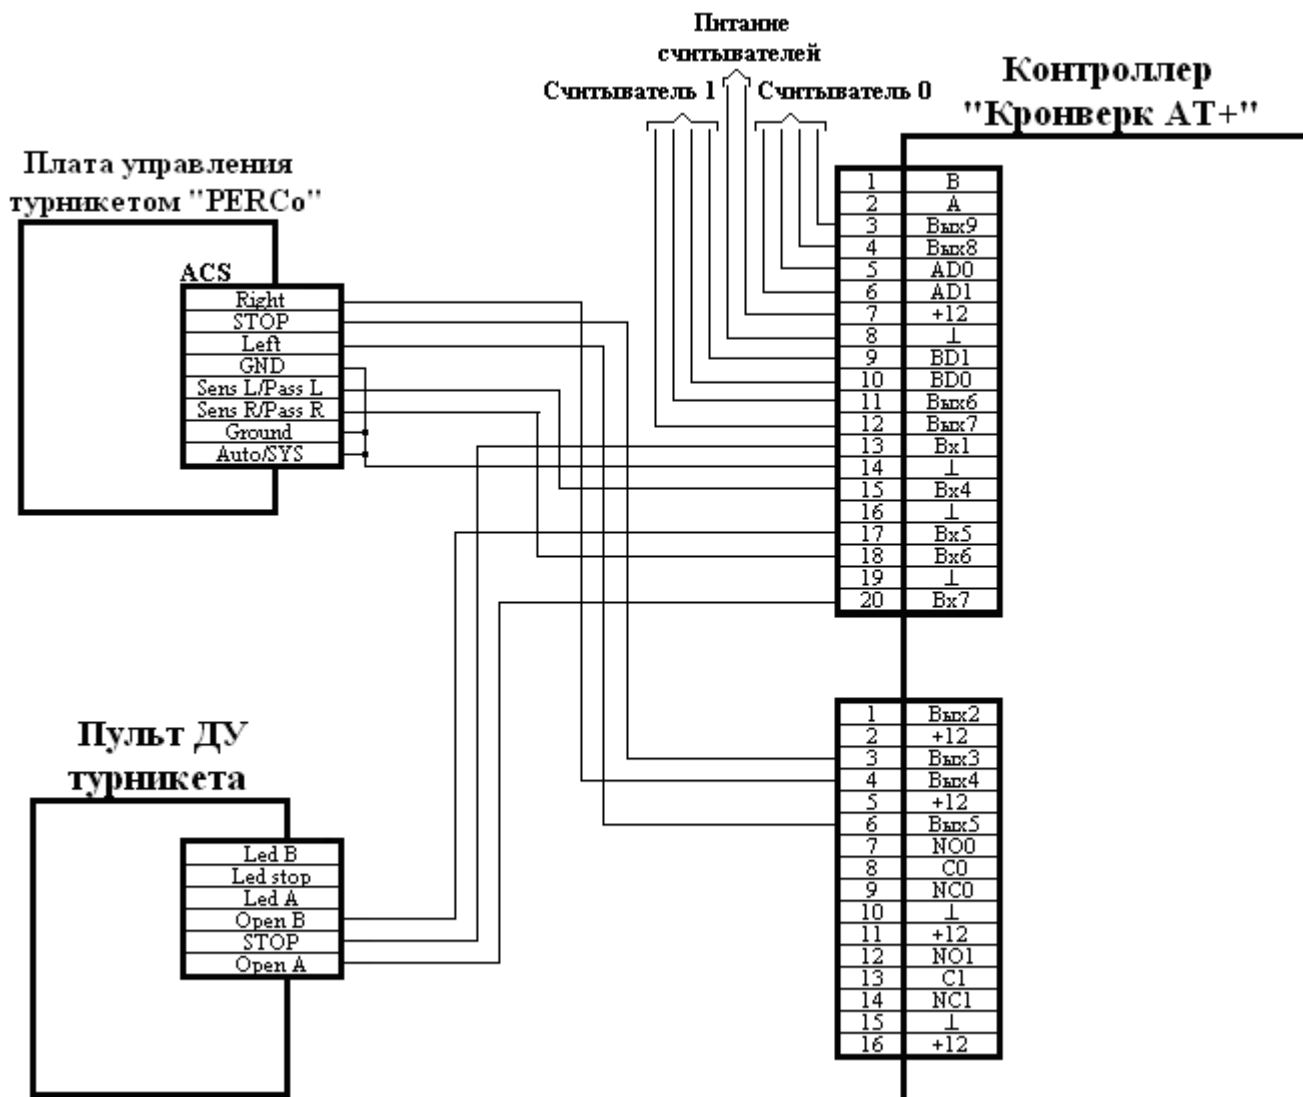

Рисунок 8.12: Подключение турникета фирмы «PERCo» к контроллеру «Кронверк AT+».
1. Данная схема подключения, рисунок 8.12, требует для турникета установки режима работы 2 (см. «Руководство по эксплуатации» на турникеты, страница 10).